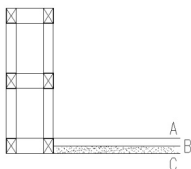
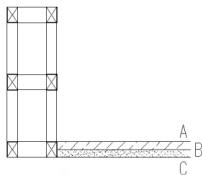
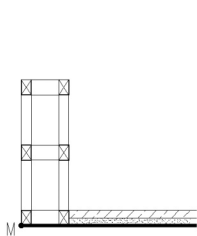
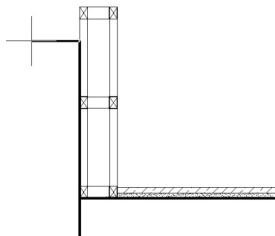

图 5.91 填充找平层
图 5.92 填充面层
图 5.93 加粗垫层的边线
图 5.94 绘制墙体轮廓线 1
⑤ 按 Enter 键返回【图案填充和渐变色】对话框，单击【确定】按钮关闭对话框，结果如图 5.91 所示。
(4) 按 Enter 键重复【图案填充】命令，打开【图案填充和渐变色】对话框，选择【其他预定义】选项卡中的 BRASS 图案。
① 将角度设为“45”，比例设成“10”。
② 单击【图案填充和渐变色】对话框右上角的【选择对象】按钮，选择图 5.91 中的 A 线和 B 线为填充对象，结果如图 5.92 所示。
(5) 选择菜单栏中的【修改】|【对象】|【多段线】命令，启动多段线编辑命令。将图 5.92 中的 C 线（即混凝土垫层的边线）加粗至 7.5mm（出图后的线宽为 $0.5\text{mm} \times \text{比例}(15) = 7.5\text{mm}$ ）并将其延伸至图 5.93 的 M 点处。
(1) 打开【正交】、【对象捕捉】和【对象追踪】功能。单击【绘图】工具栏上的【多段线】图标或在命令行输入“PL”并按 Enter 键，启动【多段线】命令。
(2) 在指定起点：提示下，将光标放在如图 5.93 所示的 M 点，不单击，将光标垂直向下慢慢拖动，待出现一条虚线后，输入“200”后按 Enter 键，表示多段线的起点在 M 点垂直向下 200mm 处。
(3) 在当前线宽为 0.0000，指定下一个点或 [圆弧(A)/半宽(H)/长度(L)/放弃(U)/宽度(W)]：提示下，输入“W”后按 Enter 键，指定要修改线宽。
① 在指定起点宽度 <0.0000>：提示下，输入“7.5”。
② 在指定端点宽度 <0.0000>：提示下，输入“7.5”，表示将多线的线宽由“0”改为“7.5”。打开【正交】功能并将光标垂直向上拖动。
(4) 在指定下一个点或 [圆弧(A)/半宽(H)/长度(L)/放弃(U)/宽度(W)]：提示下，关闭【对象捕捉】功能，将光标垂直向上拖动，输入“660”后按 Enter 键，结果如图 5.94 所示。